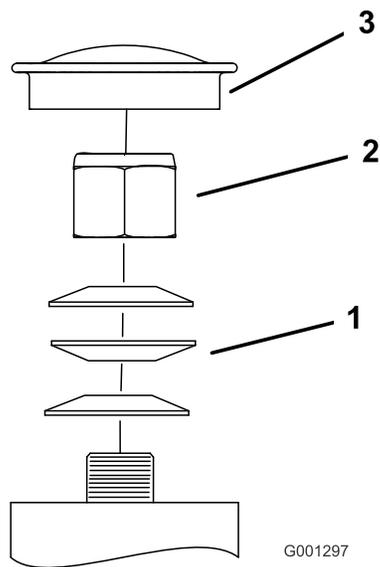

Figura 67
3. Retire o tampão antipoeira da roda e aperte a porca de bloqueio (Figura 67).
4. Aperte a porca de bloqueio até que as anilhas de mola estejam planas e, em seguida, recue 1/4 de volta para aplicar devidamente a pré-carga nos rolamentos (Figura 67).
Importante: Certifique-se de que as anilhas de mola estão corretamente montadas como se mostra na Figura 67.
5. Instale o tampão antipoeira (Figura 67).